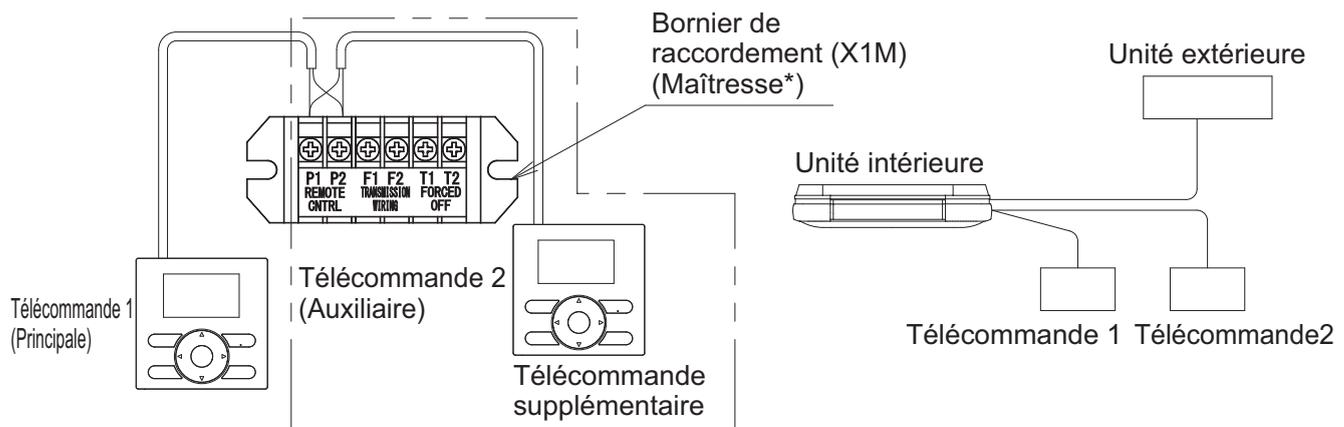

Fig. 46
- (1) Retirez le couvercle du boîtier de commande selon "8-3 MÉTHODE DE CONNEXION DU CÂBLAGE".
- (2) Effectuez un câblage supplémentaire depuis la 2ème télécommande (Aux.) aux bornes (P1·P2) de câblage de la télécommande sur le bornier (X1M) dans le boîtier de commande. (Il n'y a pas de polarité.) (Reportez-vous à la Fig. 46)